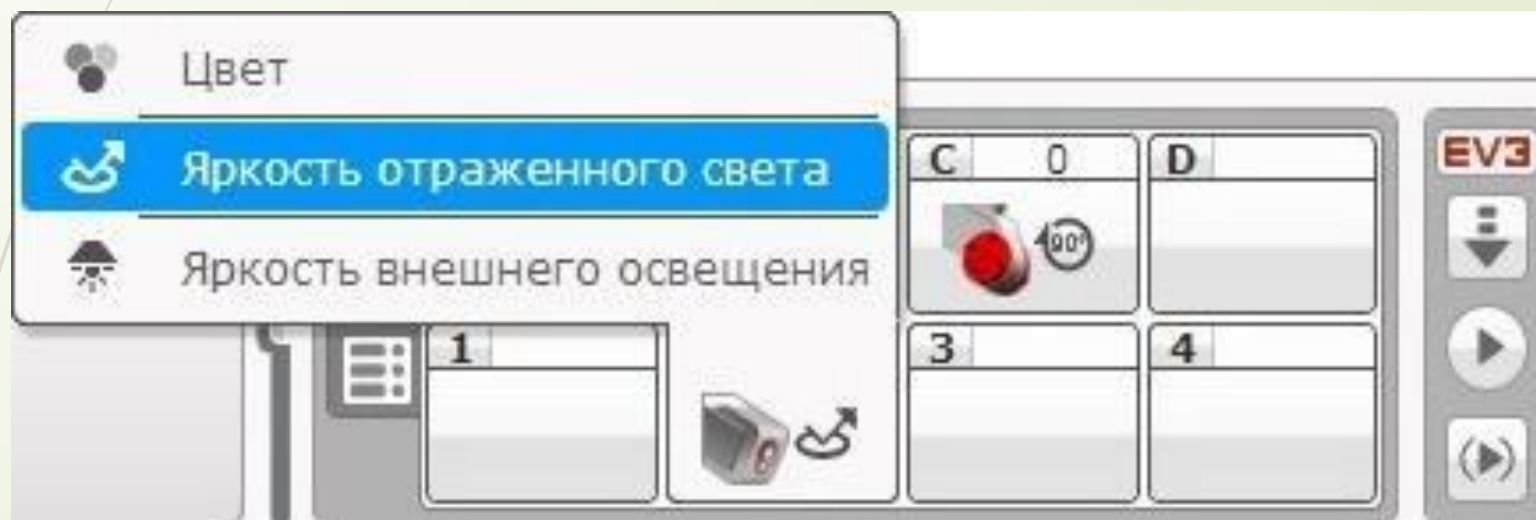

Рис. 11
- Для выбора варианта отображения показаний датчиков необходимо нажать на изображение датчика и выбрать нужный режим **(Рис. 11)**